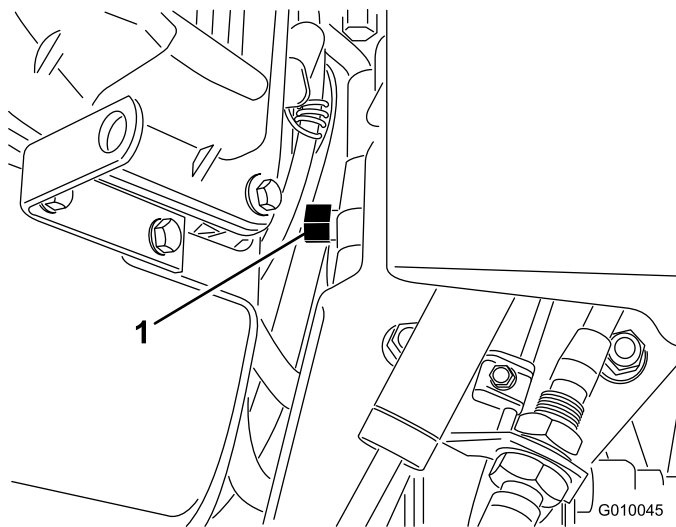

図 31
2. エンジンと油圧ポンプの途中に配置されているバイパス・バルブを探し出す (図 31)。
3. レンチ (5/8") を使ってバイパス・バルブを左回りに 1 回転させる。これで油圧回路がバイパスされ、車輪が自由に回るようになる (図 31)。
5. エアレータの運転を再開するには、バイパス・バルブを右回りに1回転させる (図 31)。